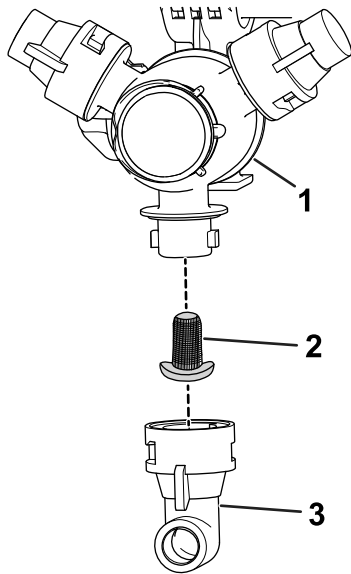

Bild 147
2. Nehmen Sie die Düse vom Sprühdrehkreuz ab (Bild 147).
3. Entfernen Sie den alten Düsenfilter (Bild 147).
4. Setzen Sie den neuen Düsenfilter ein (Bild 147).
5. Setzen Sie die Düse auf das Sprühdrehkreuz auf (Bild 147).